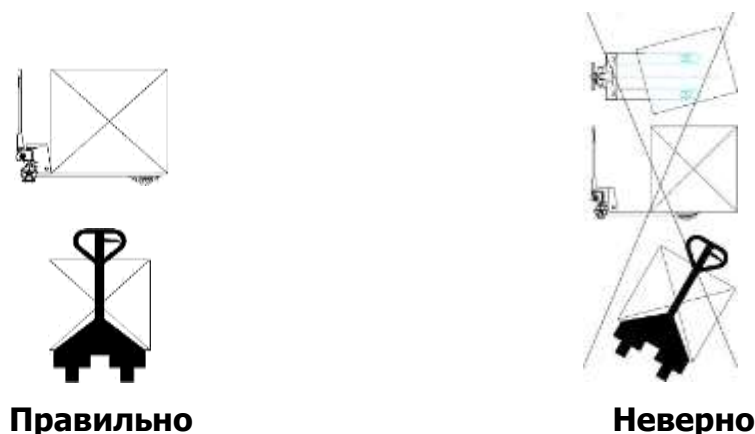

Рис. 1
- Уделяйте внимание центру тяжести во избежание смещения и наклона (см. рисунок 1).